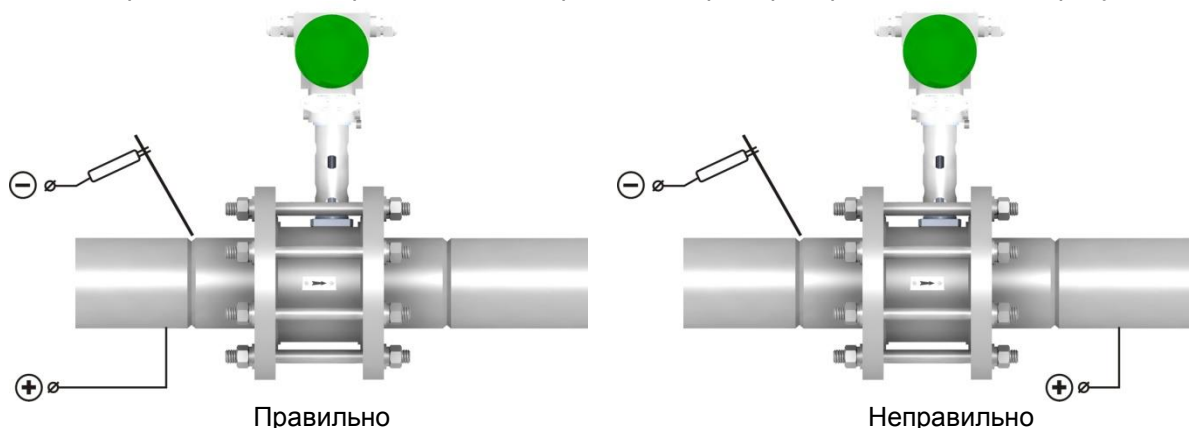

Рисунок 2.12 – Подключение источника тока при электродуговой сварке
- при монтаже с использованием электродуговой сварки источник тока подсоединяется таким образом, чтобы сварочный ток не протекал через преобразователь – см. рисунок 2.12.